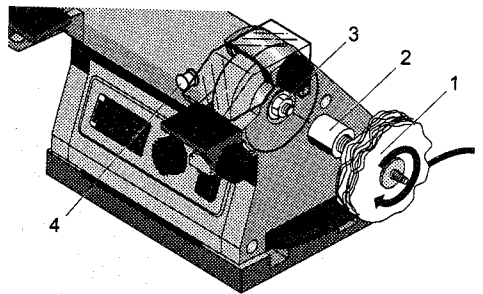

Fig. 5
1. Arretierknopf 4 (Fig. 5) drücken, um die Welle zu blockieren.
2. Mutter (3) mit einem Schraubenschlüssel abschrauben.
3. Polierdorn (2) aufschrauben.